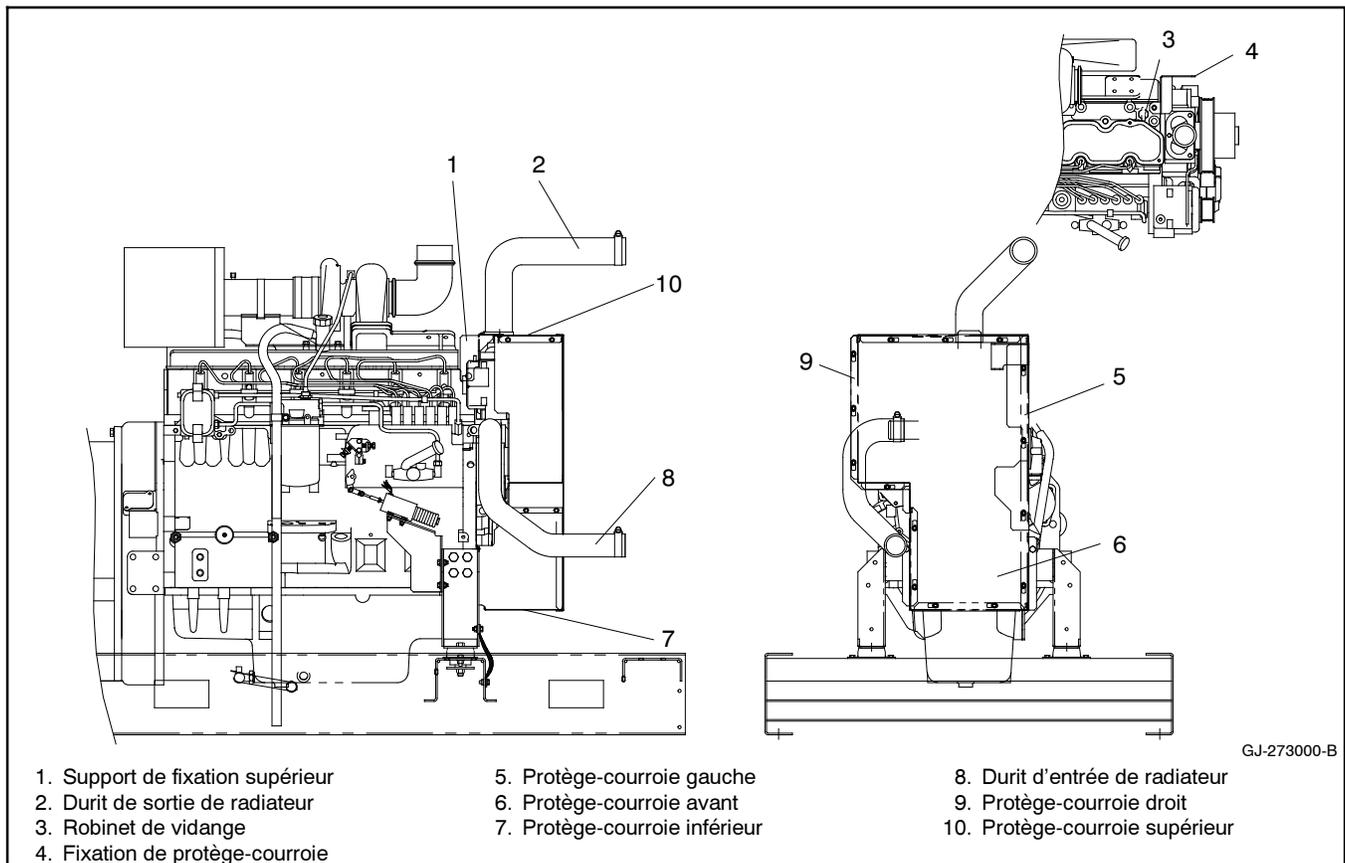

Figure 4-11 Nécessaire d'installation de radiateur séparé, typique
- Utiliser un nécessaire d'installation de radiateur séparé pour faciliter la pose. Voir Figure 4-11.